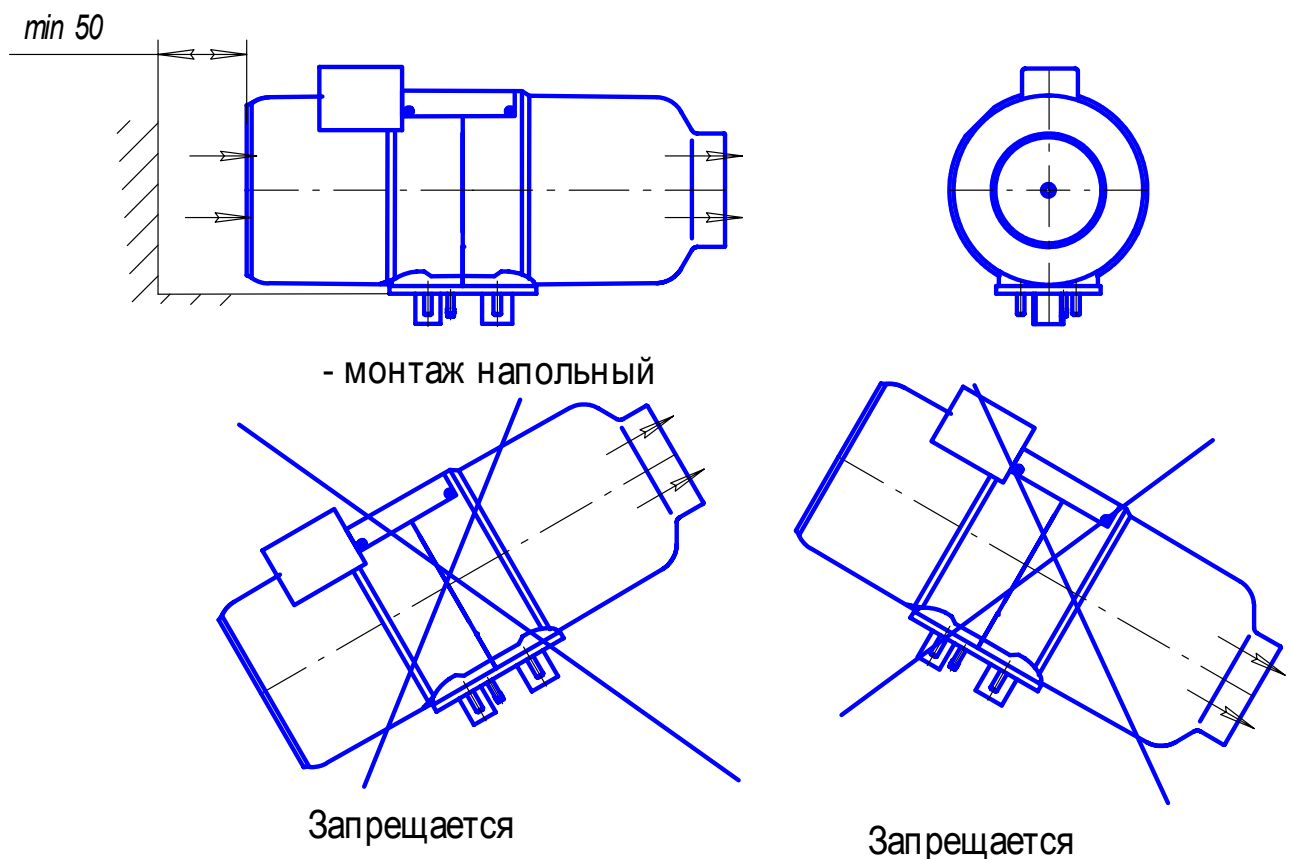
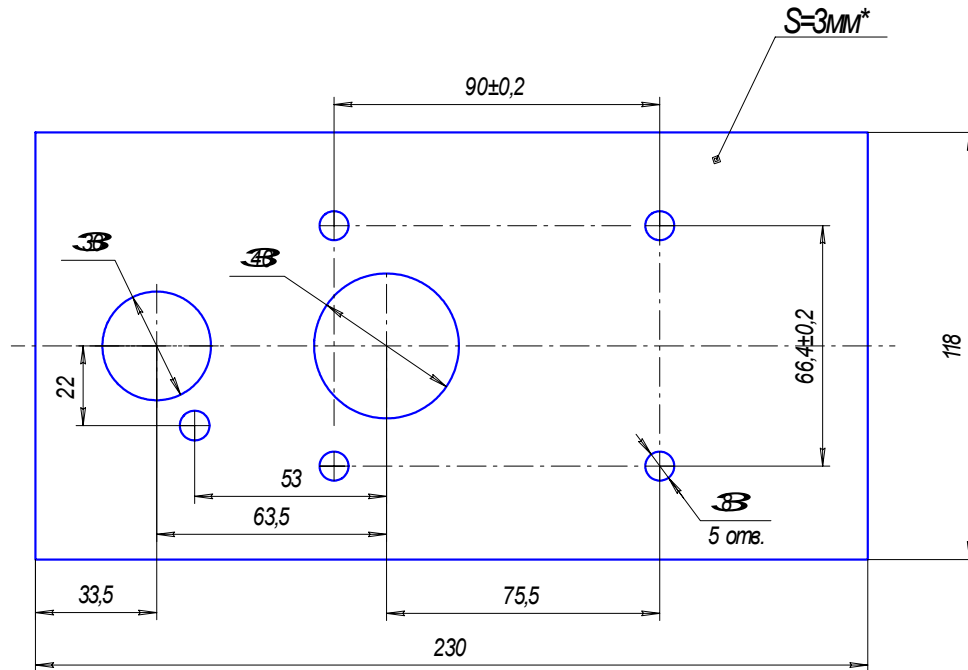

Рис. 5 – Варианты установки нагревателя
Рис. 6 – Монтажные отверстия для установки нагревателя
Монтаж нагревателя производить в соответствии с рис. 5. Входное отверстие нагревателя должно располагаться таким образом, чтобы в обычных рабочих условиях не могли подсасываться выхлопные газы двигателя автомобиля и отопителя. Расстояние от стенок, перегородок до торца входного отверстия нагревателя должно быть не менее 50 мм (см. рис.5). При монтаже и эксплуатации нагревателя необходимо предусмотреть защиту от попадания посторонних предметов во входное и выходное отверстия. Монтаж нагревателя проводить с учетом доступности демонтажа нагревателя, что приведет в конечном итоге к быстрому техническому обслуживанию. Для монтажа нагревателя отверстия в корпусе АТС производить согласно рис. 6.
**ВНИМАНИЕ !! Надежная работа отопителя зависит от правильного монтажа нагревателя. Нагреватель должен устанавливаться горизонтально согласно Рис. 5.**